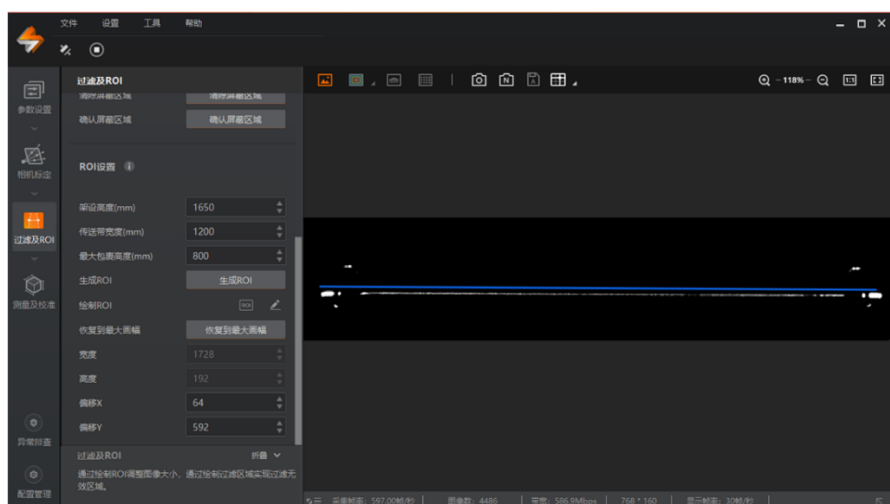

图3-30 显示 ROI
- 完成 ROI 绘制后，单击以确认所绘制的 ROI 区域，图像界面将只显示 ROI 区域的内容，如图3-30所示。